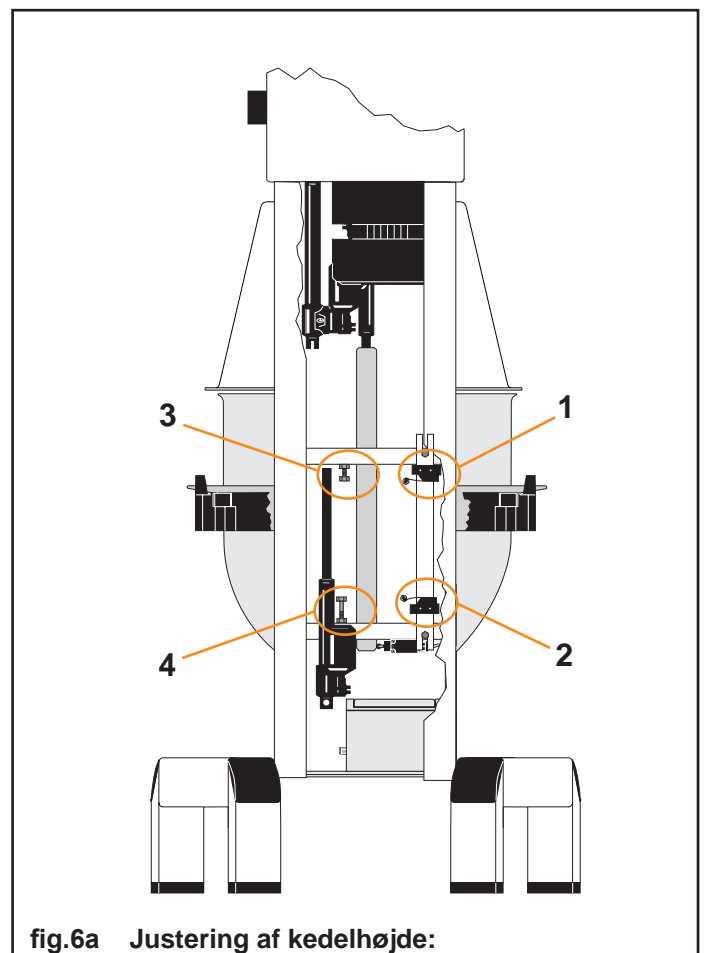

fig.6a Justering af kedelhøjde:
Kedlens øverste og nederste position bestemmes af mikroswitch (1) og (2), (fig.6a) .